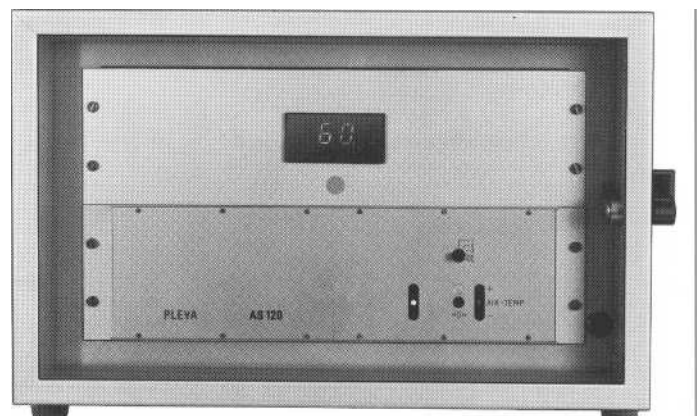
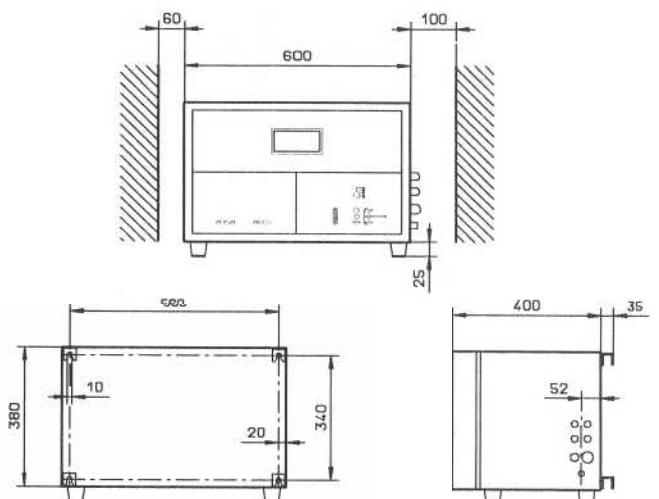

Fig. 5: Auswertelektronik
Fig. 8: Maßbild Auswerteelektronik
3. Auswertelektronik (Fig. 5, Fig. 8)
3. Evaluation electronics (Fig. 5, Fig. 8)
3. Electrónica de evaluación (Fig. 5, Fig. 8)